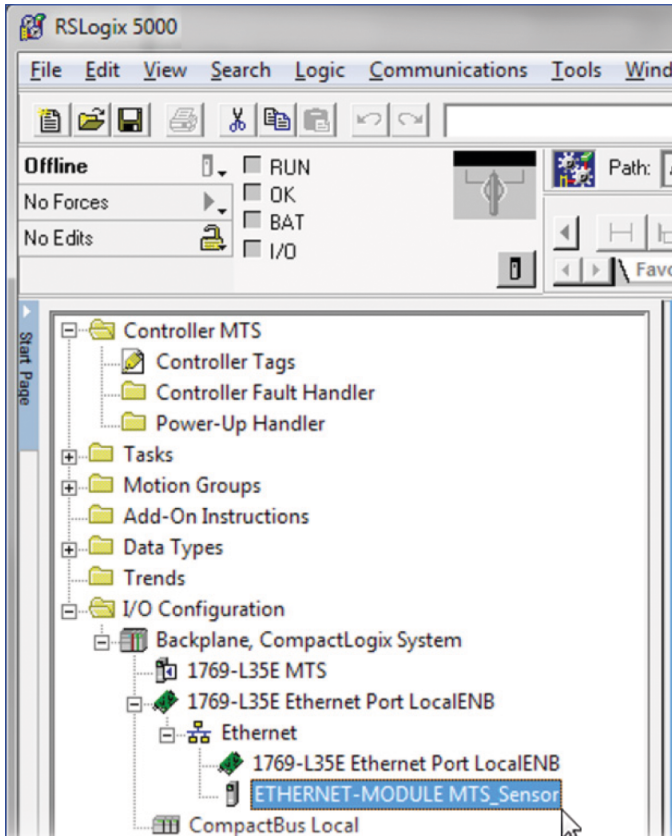

Abb. 126: Sensor wurde zu Verzeichnisbaum hinzugefügt
6. Der Sensor ist mit der Bezeichnung „ETHERNET-MODULE xxx“ im Verzeichnisbaum unter „I/O Configuration“ Ihrem Netzwerk hinzugefügt. xxx steht dabei für den Namen, den Sie im Fenster „New Module“ eingetragen haben, z.B. „MTS_Sensor“ (Abb. 126).